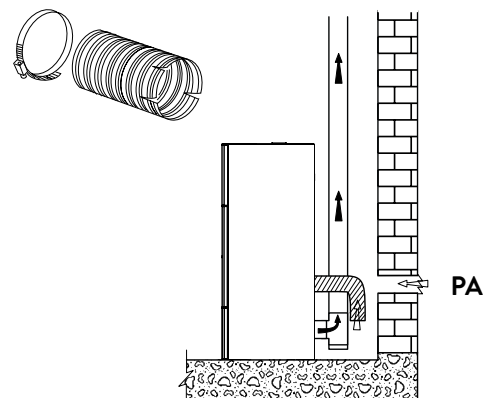

Abb. 5.3
**Der Kaminofen nimmt während des Betriebs viel Luft (oder weniger) in der Umgebung auf, in der er sich befindet. Diese Luft sollte durch einen Lufteinlass außerhalb des Raumes wieder zugeführt werden (Abb. 5.3 - PA = Luftauslass).**